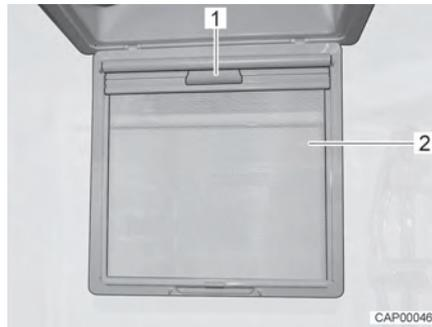

Fig. 52 Store occultant
- Rabattre la moustiquaire (Fig. 52,2) vers le bas.
- Tirer le store occultant vers le bas par la poignée (Fig. 52,1) jusqu'à ce qu'il s'enclenche du côté opposé.
- Désenclencher le store occultant par la poignée (Fig. 52,1) et le faire remonter lentement dans sa position initiale.
- Faire basculer la moustiquaire (Fig. 52,2) vers le haut jusqu'à ce qu'elle s'enclenche.